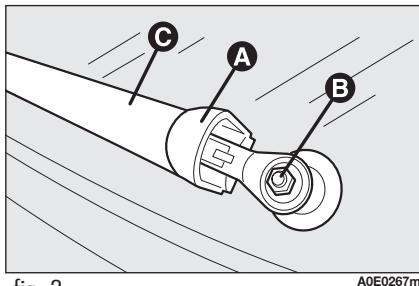

fig. 2
- levante la protección **A**-fig. 2, afloje la tuerca **B** y quite el brazo **C**;